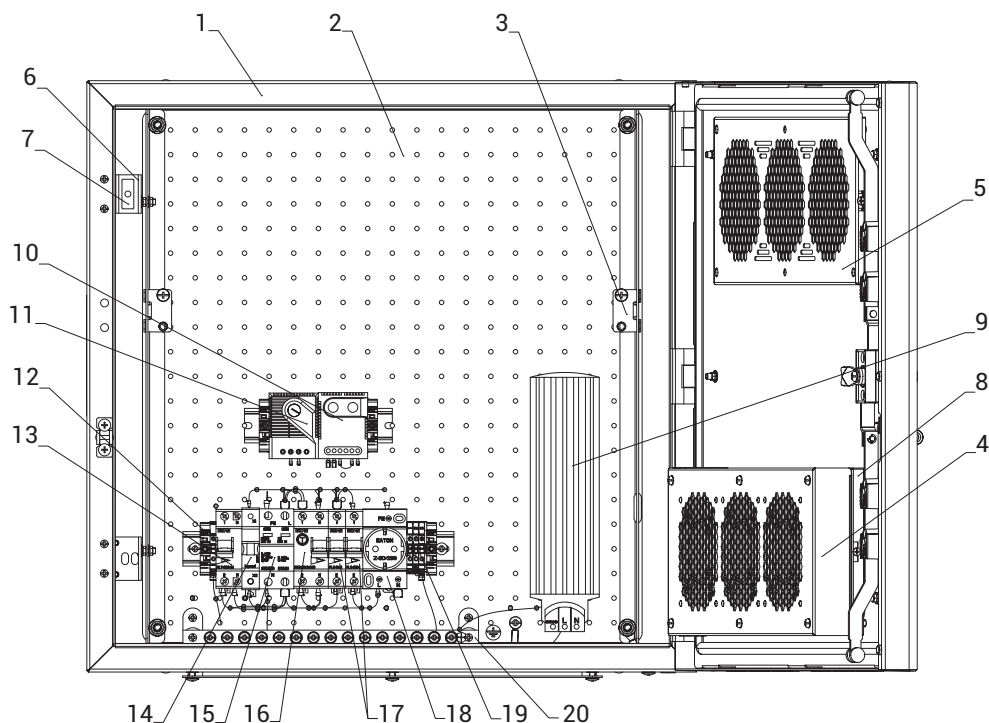

Рисунок 1. Общий вид шкафов серии ШТВ-Н, ШТВ-НН
Корпус шкафов серии ШТВ-Н (поз.1 рис. 1) имеет металлическую сварную конструкцию, внутри покрыт слоем утеплителя с фольгированием, что увеличивает термоизоляцию и уменьшает теплопотери через стенки шкафа. В комплект шкафа входят задняя перфорированная оцинкованная панель (поз. 2. рис. 1) и комплект вертикальных юнитовых панелей (поз. 3 рис. 1). Отверстия для ввода кабелей находятся в основании шкафа.
Двери шкафов серии ШТВ-Н, ШТВ-НН имеют перфорацию, которая обеспечивает вентиляцию установленного в нём оборудования, но при этом исключает прямой доступ в полость шкафа и попадание в него инородных предметов. В дверь шкафа исполнения Т1, Т3 встроена система вентиляции, состоящая из модуля вентиляторного (поз. 4 рис. 1), установленного поверх фильтра с повышенной площадью фильтрации (поз. 8 рис. 1) и фильтра выпускного (поз. 5 рис. 1). Максимальный угол открытия двери шкафа 120°. На кронштейне (поз. 6 рис. 1), закреплённом на петле двери, установлен датчик открытия дверей (поз. 7 рис. 1). Кабель от модуля вентиляторного подключается к клеммнику (ХТ2) (поз. 19 рис. 1).
На оцинкованной панели расположены две DIN-рейки с установленной аппаратурой и шина заземления (поз.20 рис.1). На верхней DIN-рейке расположен терморегулятор (поз.10 рис.1) и гигростат (поз.11 рис.1). На нижней DIN-рейке расположены аппараты вводно-распределительного устройства (ВРУ), состоящего из:
- вводной автоматический выключатель QF1 (поз. 13 рис. 1)
- автоматические выключатели QF2, QF3 (поз. 17 рис. 1)
- ограничитель перенапряжения FV1 (поз. 15 рис. 1)
- УЗО QA1 (поз. 16 рис. 1)
- индикатор напряжения HL1 (поз. 14 рис. 1)
- модульная розетка XS1 (поз. 18 рис. 1)
- клеммник XT2 (поз. 19 рис. 1)
- шина заземления XT/PE (поз. 20 рис.1)